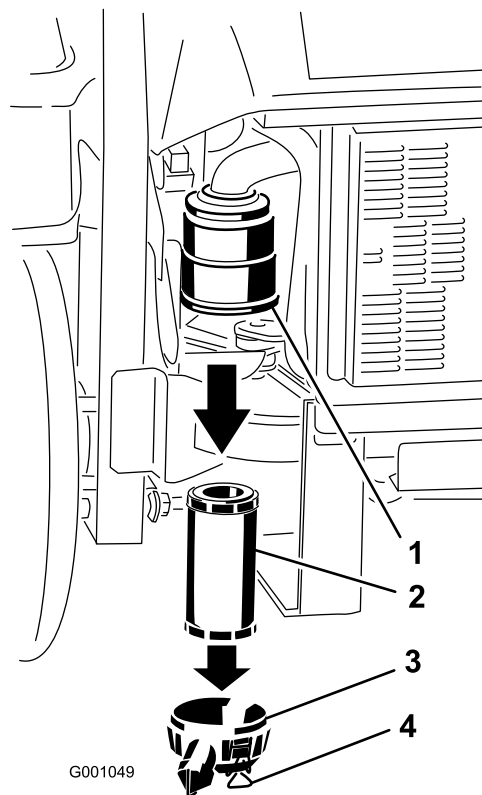

Figura 39
3. Abra los cierres del limpiador de aire y tire de la tapa del limpiador de aire para separarla de la carcasa del limpiador de aire (Figura 39).
5. Extraiga con cuidado el filtro de la carcasa del limpiador de aire (Figura 39). Evite golpear el filtro contra el lado de la carcasa.